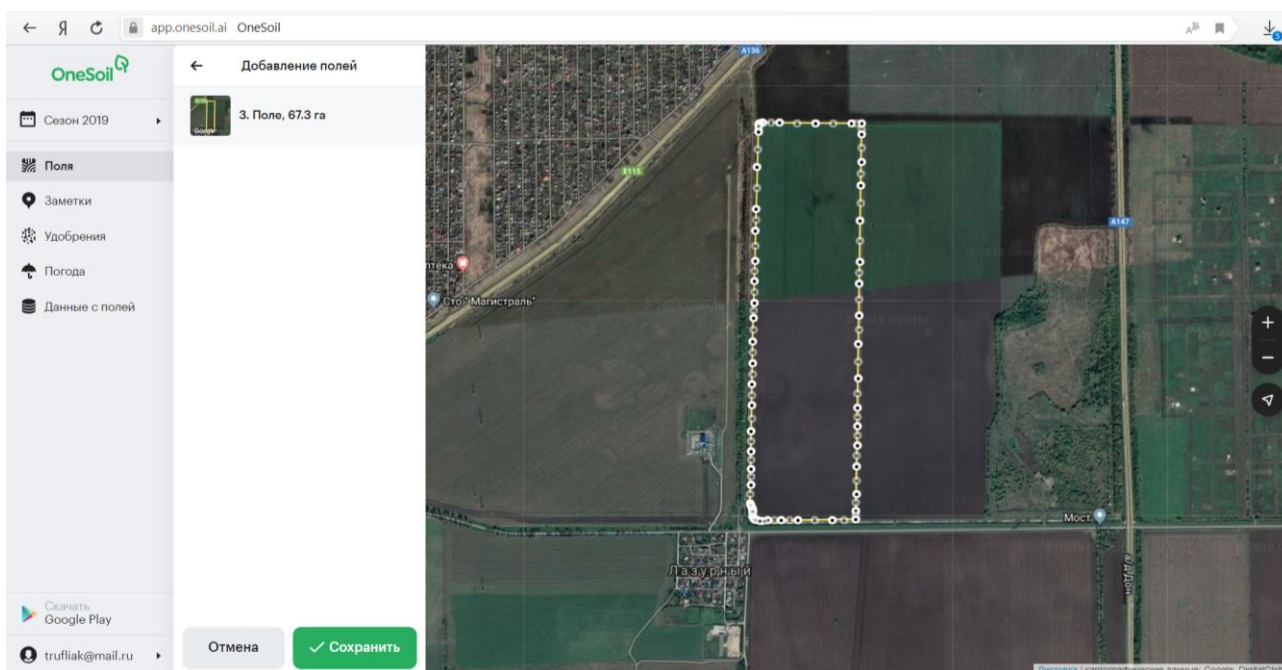

Рисунок 11.4 – Обрисовка поля
4. Выберите вкладку **Нарисовать свои поля** , выполните точную обрисовку поля и нажмите **Сохранить**  (рисунок 11.4).